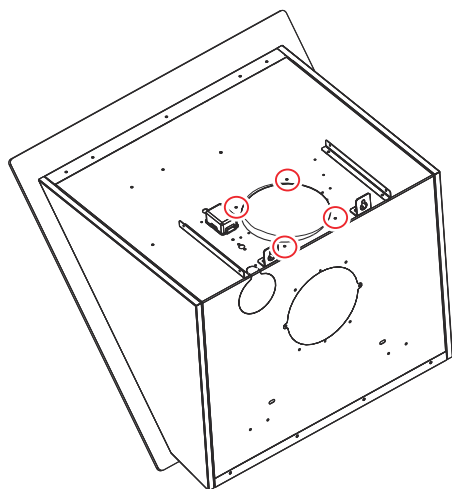

Fig. 15: Løsn motorens skruer
1. ➤ Løsn motorens skruer (Fig. 15).